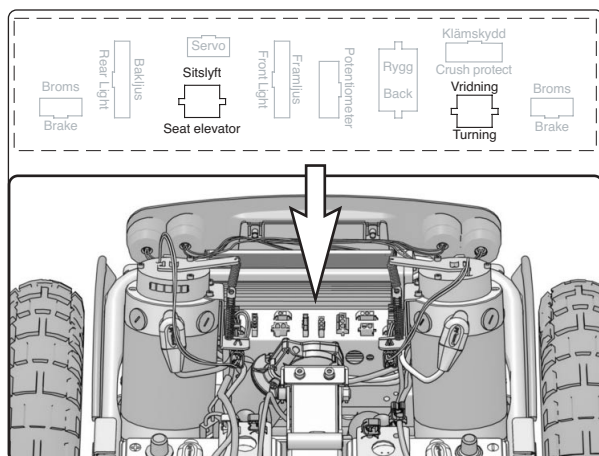

Bild 3.
11. Montera kontakten på kopplingsboxen. se bild 3.